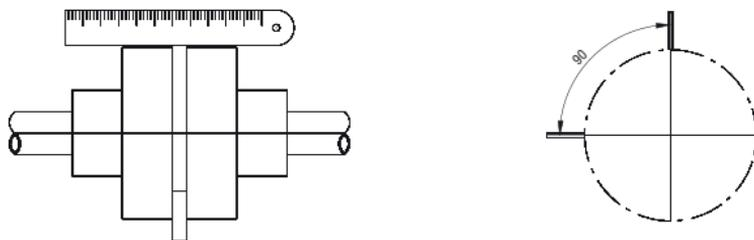

Figura 1: Verificação das folgas axial e radial no acoplamento
1. Para verificar o alinhamento radial utilize uma régua metálica conforme Figura 1. Assente a régua no acoplamento no seu sentido longitudinal e veja se não existe passagem de luz entre a régua e o acoplamento. A folga radial máxima admissível é de 0,2 mm. Para alinhar o conjunto, se necessário, solte os parafusos que fixam o motor na base e calce-o. Depois de apertar os parafusos de fixação do motor na base, verifique novamente o alinhamento.
2. Utilizando um calibrador de lâminas, confira a folga axial do acoplamento de 90 em 90 graus, conforme Figura 1.